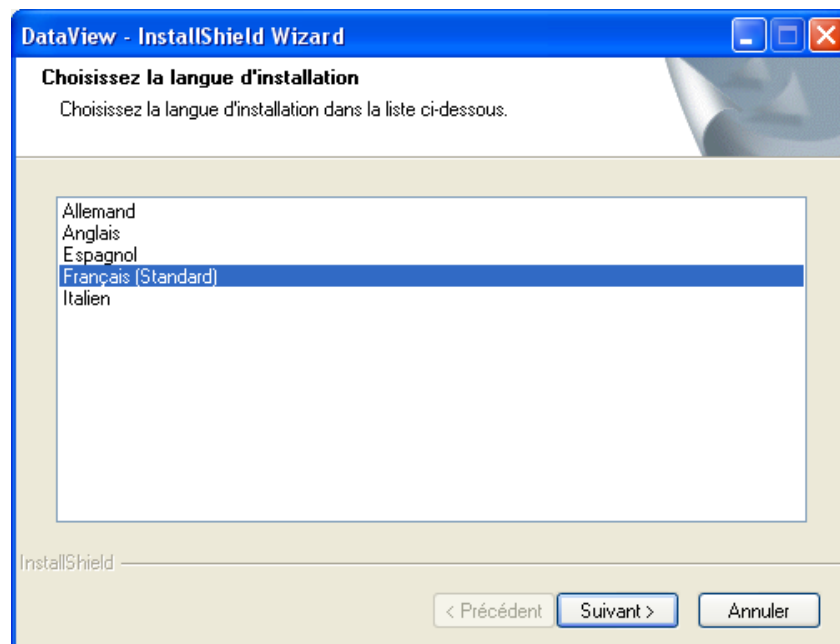

Figure 1-1
2. Une fenêtre de choix pour l'installation s'ouvre, identique à la figure 1-1 ci-dessous :